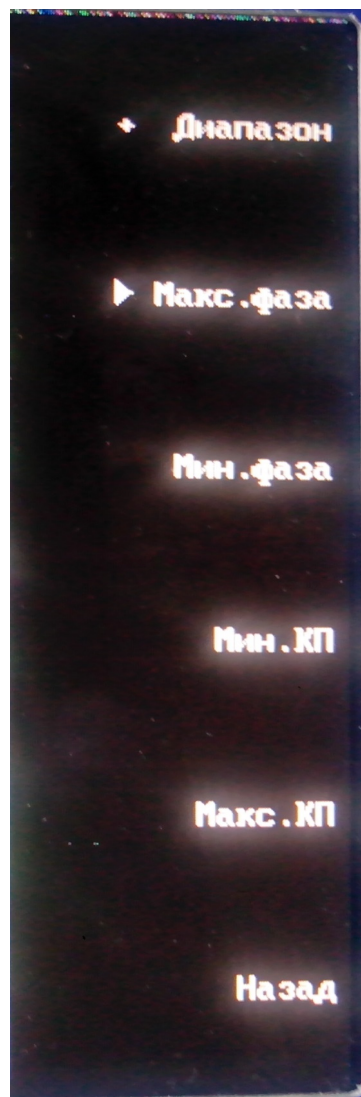

Рисунок 11
3.2.5.2 Для корректного отображения масштаба графика на экране необходимо с помощью клавиш навигации выбрать пункт меню «Диапазон» (см. рисунок 11).
С помощью клавиатуры блока навигации выбрать нужный пункт меню, нажать кнопку «ОК» (см. рисунок 11).